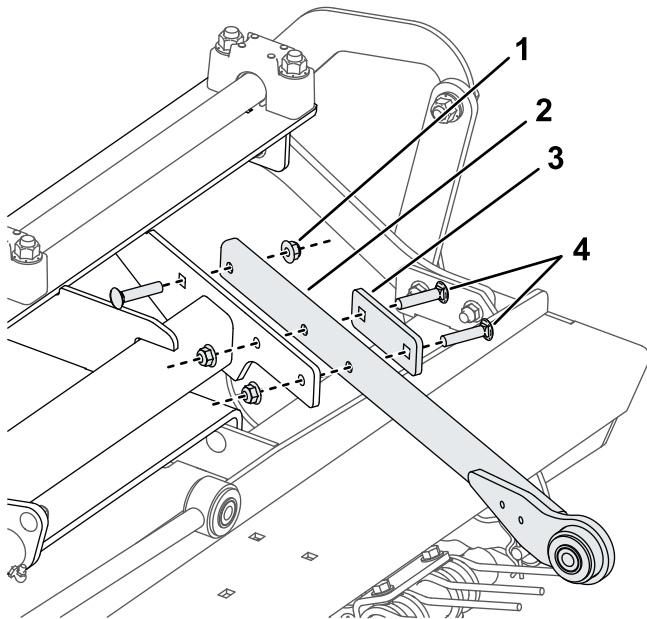

Figura 3
1. Instale, pero no apriete, un brazo de empuje en el aparo combinado con pletinas de apriete y pernos de cuello cuadrado ($\frac{3}{8}$ " x $1 \frac{3}{4}$ "), como se muestra en la Figura 3.